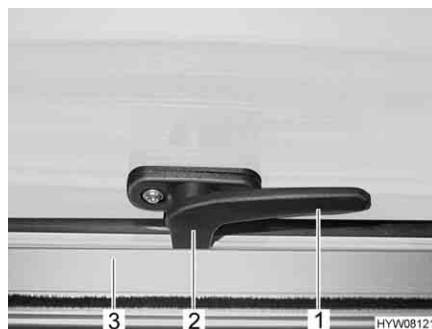

Fig. 99 Levier de verrouillage en position "Fermé"
- Tourner le levier de verrouillage (Fig. 99,1) d'un quart de tour vers le centre de la fenêtre.
- Tourner le levier de verrouillage (Fig. 99,1) d'un quart de tour vers le cadre de la fenêtre. Le tenon de verrouillage (Fig. 99,2) se trouve sur le côté intérieur du verrouillage de fenêtre (Fig. 99,3).